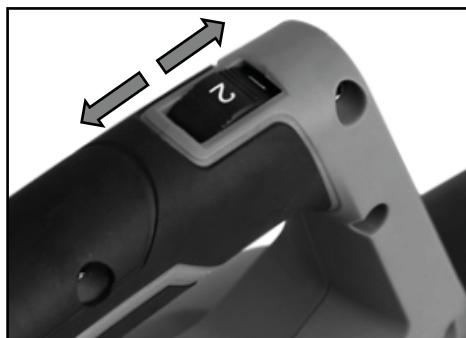

Рисунок 7. Схема увімкнення/вимкнення виробу та встановлення режиму роботи виробу.
3. Для увімкнення виробу – перевести в положення «1» клавішу «Увімк/Вимк» (1, рис. 7).
Для встановлення режиму роботи (вибору швидкості видування повітря) – перемістити перемикач режимів (3, рис. 1) в необхідне положення (дивись рис. 7).
5. Для вимкнення виробу – перевести в положення «0» клавішу «Увімк/Вимк» (1, рис. 7).